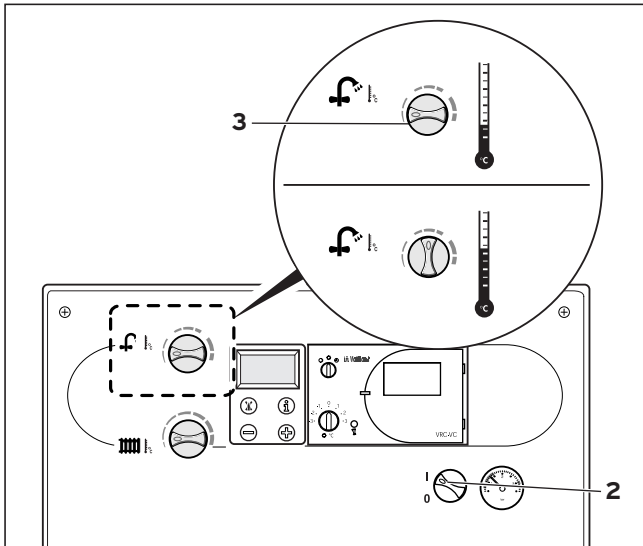

Fig. B.5: Préparation du niveau d'eau
Pour un degré de dureté de l'eau supérieur à 10 (1,79 mol/m³), placer le bouton tournant (3) au maximum sur la position centrale (Fig. B.5).